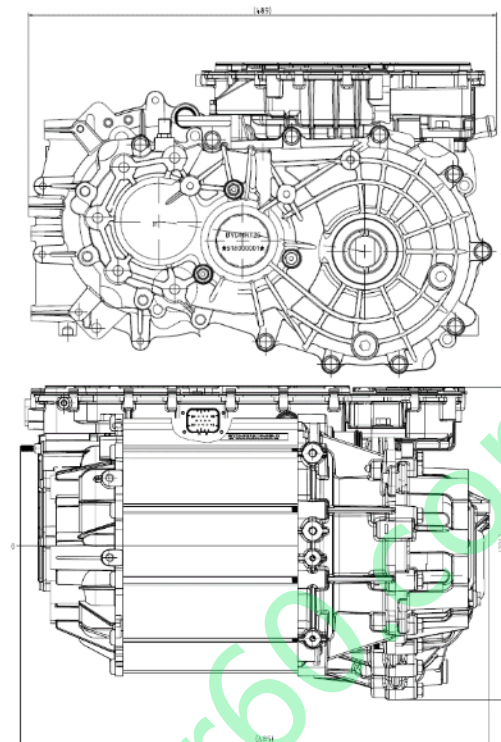

图 6
1. HADEC 三合一驱动总成外观尺寸大小: $A \times B \times C = 489\text{mm} \times 485\text{mm} \times 324\text{mm}$ (见下图 6):